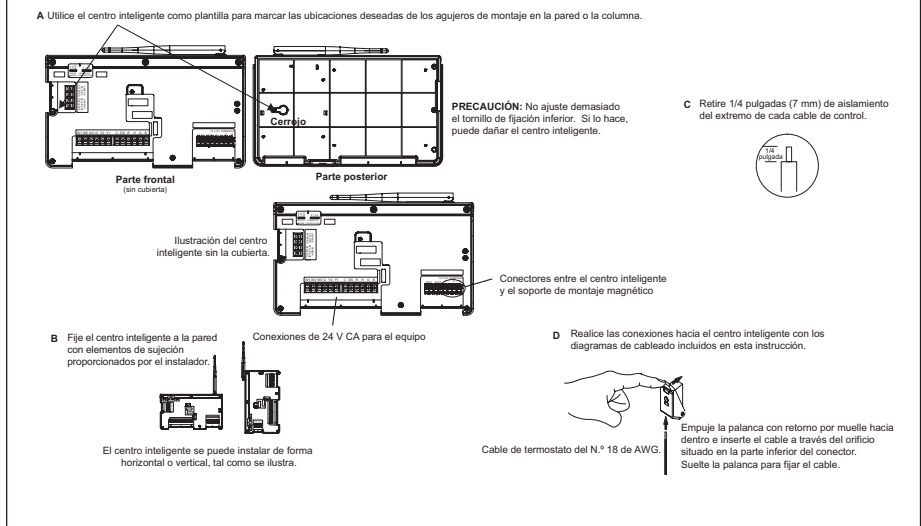

Figura 16. Instalación del centro inteligente
2. Utilice el siguiente procedimiento indicado en la “Figura 16. Instalación del centro inteligente” en la página 11.